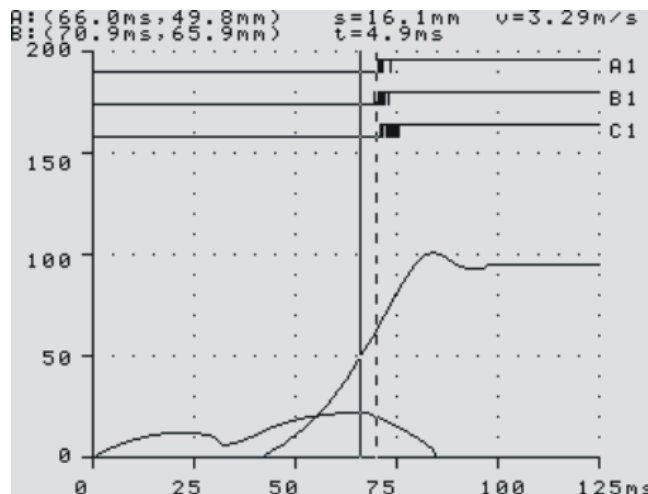

图6 时间-行程数据曲线图
3.6 【数据分析】 对所测得的“时间—行程”曲线进行分析可以得到相关的数据，当然最主要的还是得到刚分刚合速度数据，如图6所示。